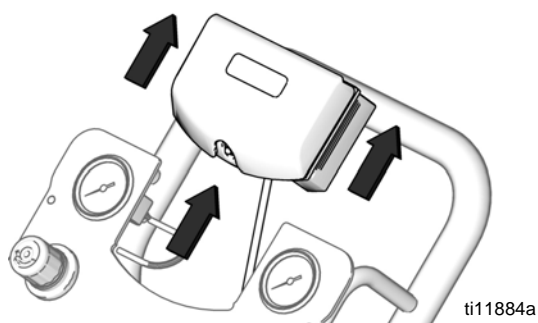

FIG. 12. Fjern DataTrak
3. Fjern DataTrak-modulet fra beslagene. Se FIG. 12. Bring modulet og tilhørende kabel til et ikke-farligt sted.